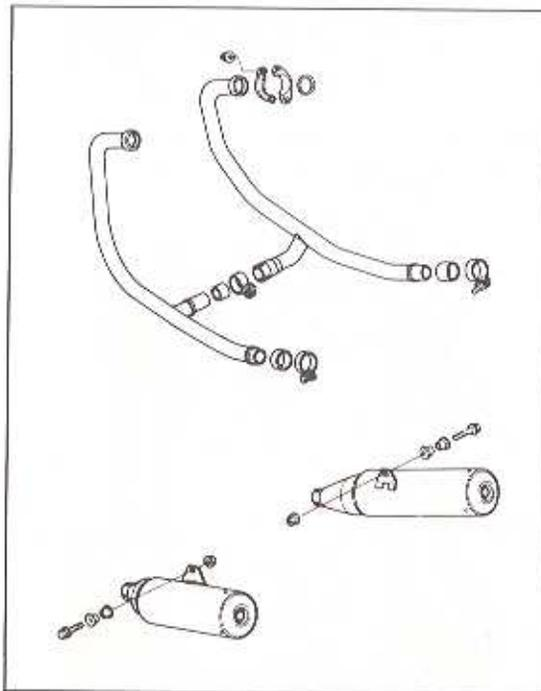

Bild 126
- Prüfen ob das Auspuffsystem dicht ist (Bild 126).